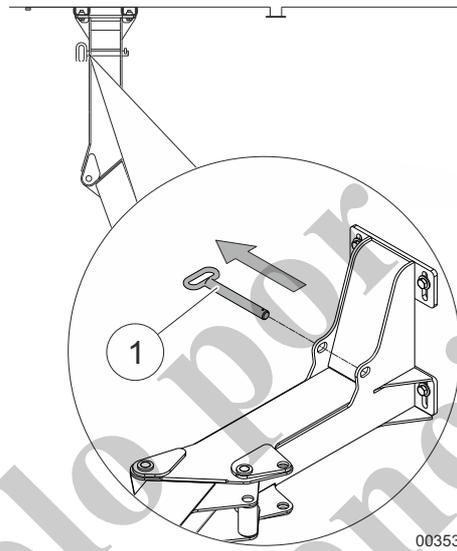

Fig. 203 Desempernado de la rampa
- 15 | Libere y retire el perno (1, Fig. 203) de la rampa.